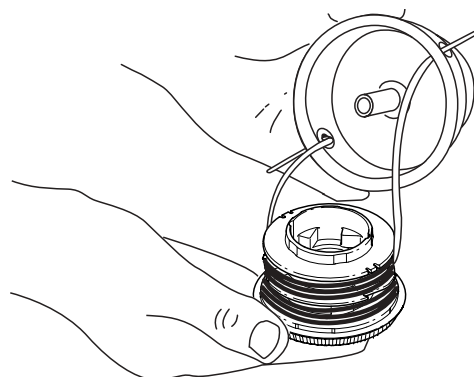

Fig. 21
3. Insérez les extrémités du fil du moulinet intérieur neuf dans les œillets de la bobine extérieure (Fig. 21). Enfoncez le moulinet intérieur neuf, flèche vers le haut, dans la bobine extérieure.
3. Retirez de la bobine extérieure le moulinet intérieur avec son fil (Fig. 21).